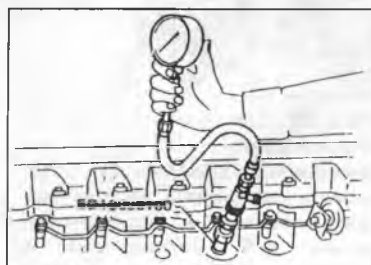
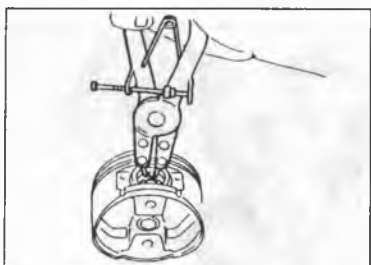

Рис. 87
Рис. 88
осторожно: в трубках высокое давление топлива). Отсоедините от форсунок трубку сброса топлива. Выверните все форсунки. С помощью переходника подсоедините манометр в отверстие под форсунку проверяемого цилиндра (Рис. 87). Отсоедините разъем от клапана отсечки подачи топлива (для исключения подачи топлива в процессе проверки). На Рис. 88 показано место расположения разъема клапана отсечки подачи топлива (1) для двигателя RD28. До отказа нажмите педаль газа и проверните коленчатый вал двигателя с помощью стартера. Частота проворачивания коленчатого вала при проверке д.б. около 250 об/мин, что требует нормальной зарядки аккумулятора при проведении проверки. По показаниям манометра определите наибольшую величину давления. Проверку производите по возможности быстро, не проворачивайте коленчатый вал стартером более 10 секунд. В нижеприведенной таблице указаны данные по величине компрессии для конкретных двигателей. В скобках дается частота проворачивания коленчатого вала двигателя, при которой должна обеспечиваться указанная величина компрессии.